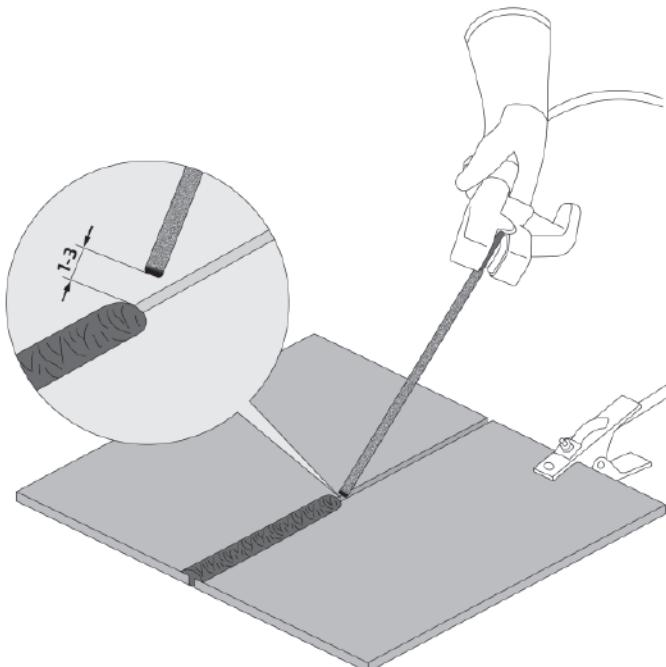

Рис. 7.1.1. Перед началом работы.
**5.** Начинайте сварочный процесс (см. рис. 7.1.1).
Перед началом работы не забудьте проверить следующее (см. рис. 7.1.1):